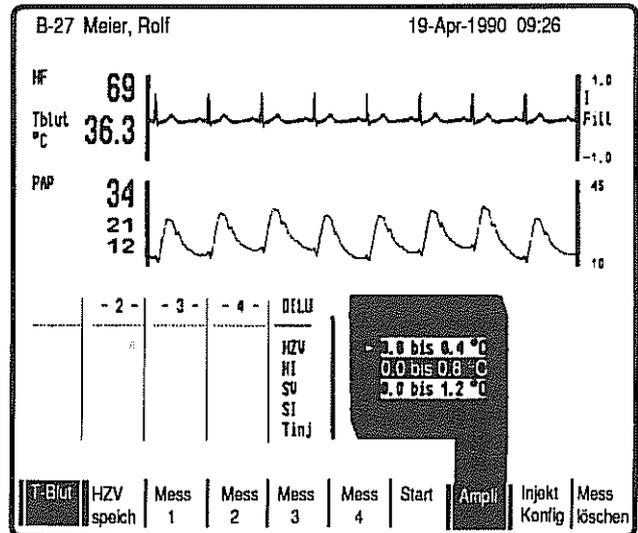

Bild 12
- * Den Abbildungsmaßstab der Dilutionskurve können Sie mit Taste **F8 Ampli** verändern. Sie öffnen ein Fenster mit den 3 Möglichkeiten (Bild 12). Bewegen Sie den Cursor mit den Pfeiltasten auf den gewünschten Bereich und bestätigen Sie mit Taste **E**.